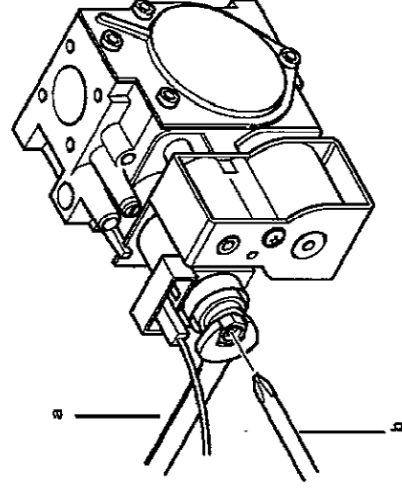

Figure 12
- régler la vis en laiton (a) Fig. 12 jusqu'à obtenir les valeurs de pression indiquées dans le tableau 1 ;
- débrancher le câble d'alimentation du modulateur et desserrer la vis (b) Fig. 12 jusqu'à atteindre la valeur de pression correspondant à la puissance réduite (voir tableau 1) ;